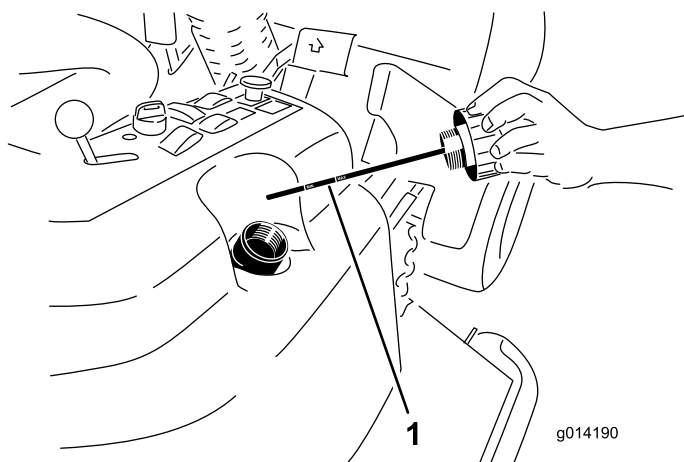

Figure 62
2. Enlevez le bouchon (Figure 62) du goulot de remplissage du réservoir hydraulique.
3. Retirez la jauge et essuyez-la sur un chiffon propre (Figure 62).
4. Vissez la jauge dans le goulot de remplissage, ressortez-la et vérifiez le niveau de liquide (Figure 62).